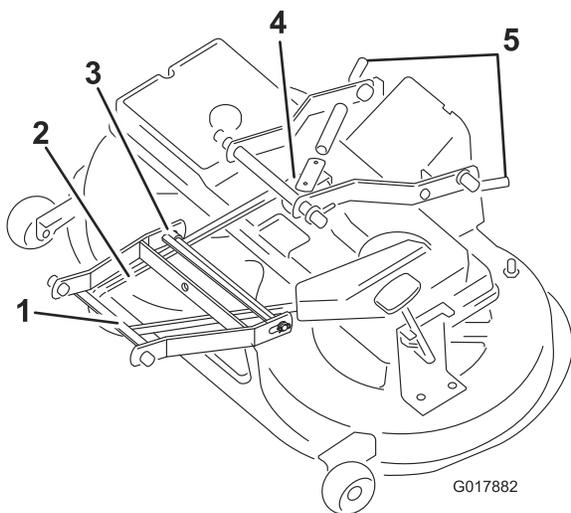

Figure 45
- Tirez le bras de la poulie de tension vers l'intérieur et déposez la courroie trapézoïdale de la poulie (Figure 45).
11. Retirez la goupille entre la tringlerie du bras avant et le carter de tondeuse (Figure 45).
12. Enlevez la courroie trapézoïdale de la poulie du moteur (Figure 45).